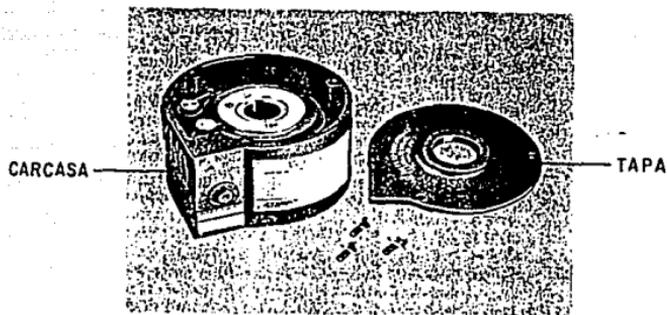

Fig. II.5 FRENO DE GIRO INVERSO.
- B. Principio de operación.** El ensamble BSB-2, consiste de una rampa rodante que corre sobre un embrague (clutch) fijada a la flecha impulsora circundada por una banda de freno con ensamble lineal, (Fig. II.5). Una carcasa de acero con una cubierta y tapa de acceso encierra las partes de trabajo. El clutch Hilliard usa un diseño a precisión de la rampa rodante que gira en una dirección y se acciona en la otra. Cuando la rotación de la flecha es tal que el clutch está girando, los baleros están posicionados contra los asientos seguidores en la parte inferior de la rampa. Cuando la flecha cambia la dirección de rotación, los baleros empujan hacia arriba el alojamiento de la rampa, entre la rampa y la corredera exterior. Entonces el clutch queda accionado.